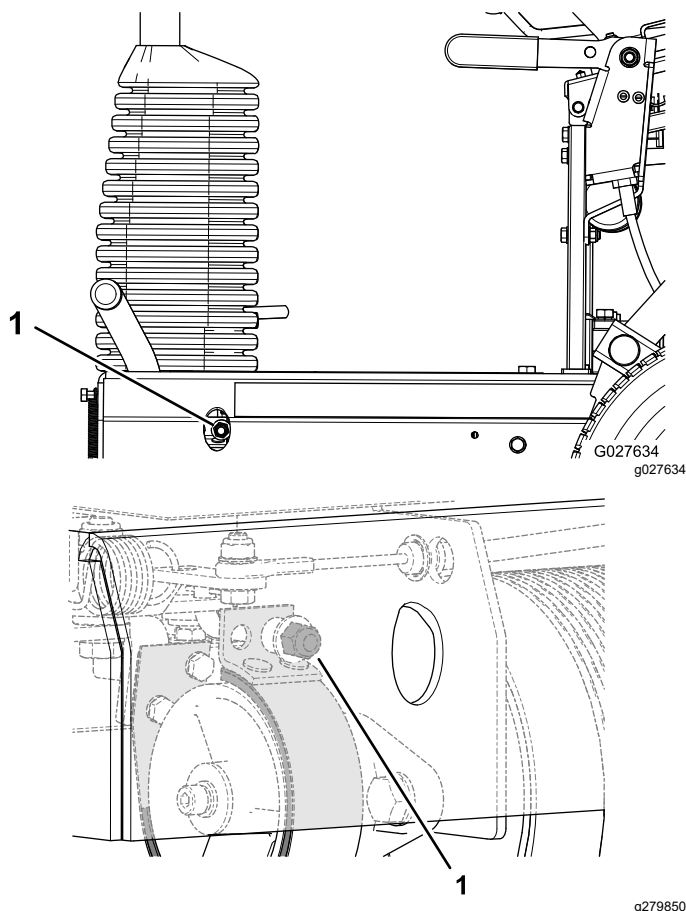

Figura 35
- Para aumentar la resistencia del freno, gire la contratuerca del freno en sentido horario (Figura 35).
- Para reducir la resistencia del freno, gire la contratuerca del freno en sentido antihorario (Figura 35).